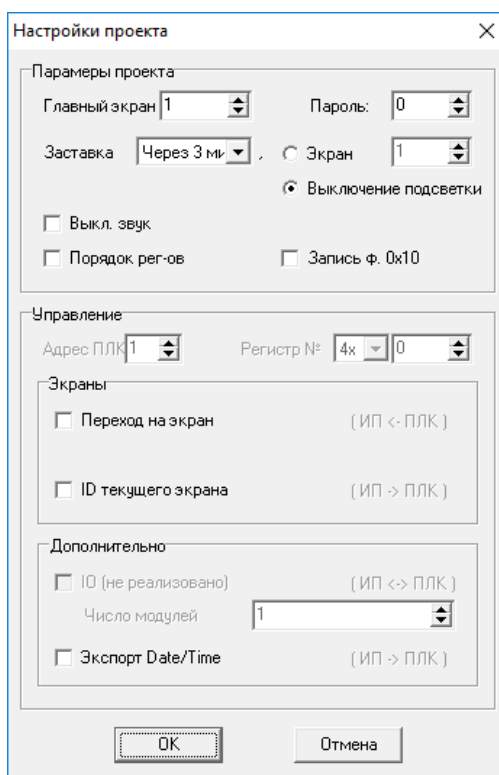

Рисунок 4.3 – Окно «Настройки проекта»
9. Нажать кнопку  или выбрать команду «Сервис | Настройка проекта» главного меню программы. Откроется окно «Настройки панели оператора», предназначенное для задания параметров проекта (см. рисунок 4.3).